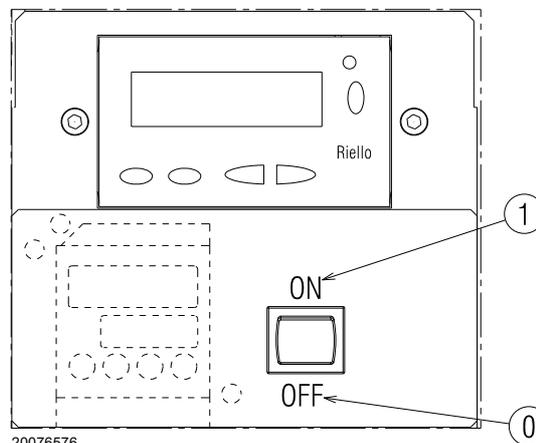

Fig. 28
Fermer les thermostats/pressostats et mettre l'interrupteur de la Fig. 28 en position "1/ON".
- mettre l'interrupteur de la Fig. 28 en position "0/OFF" et attendre que l'appareil effectue la phase d'extinction;